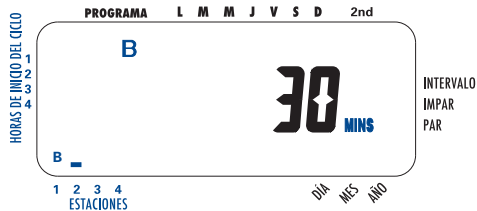

Figura 6: ingreso de la duración para el “Programa B”
- Gire la esfera rotativa a la posición **DURACIÓN DE LA ESTACIÓN** en el "programa B". La pantalla mostrará una "B" y MINS. (MINUTOS) [Ver Figura 6].
- Presione y sostenga la tecla ▲ o ▼ para ingresar la duración de riego y presione la tecla **INGRESAR**. Debe verse una "B" sobre la estación que acaba de programar. [Ver Figura 6]